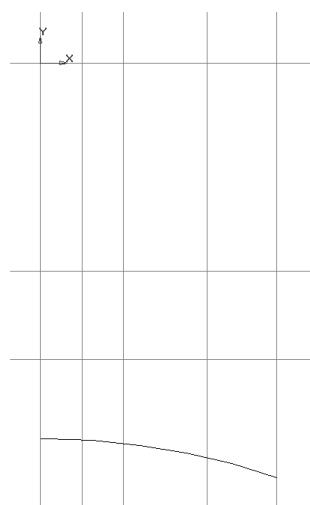

Рис. 3.72
3. Нажмите кнопку **Дуга** и на запрос системы **Укажите точку центра дуги или введите координаты** в поле **Центр** на **Панели свойств** введите координаты (0, -80). В окне **Радиус** введите величину 53. Нажмите **Enter**. Убедитесь, что отрисован основной стиль линии. Направьте курсор в точку пересечения дуги с крайней правой вертикальной вспомогательной линией. После захвата курсора ловушкой (появление косого креста) щелкните мышью и направьте курсор против часовой стрелки в точку пересечения дуги с крайней левой вертикальной линией. Зафиксируйте положение, щелкнув мышью (рис. 3.72).